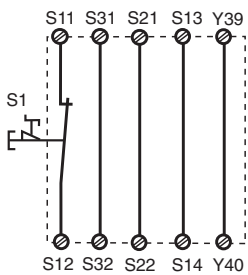
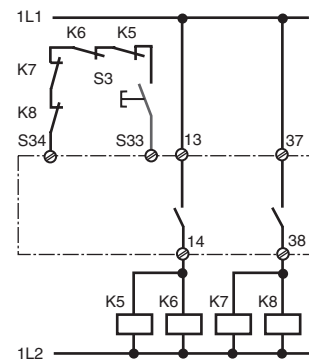

Fig. 2: Eingangskreis einkanalig, automat. Start/Single-channel input circuit, automatic reset/Commande par 1 canal, validation automatique
Fig. 10: wie Fig. 9 mit überwachtem Start/connection for contactors/relays and monitored reset/comme Fig. 8 avec surveillance du poussoir de validation
In Fig. 2 ... Fig. 10 sind Anschlußbeispiele für NOT-AUS-Beschaltung mit automatischem und überwachtem Start, Schutztürsteuerungen sowie Kontaktvervielfachung durch externe Schütze.
- Fig. 2 und 7: **keine** Verbindung S33-S34. Das Gerät startet bei Spannungsausfall und -wiederkehr automatisch. Verhindern Sie einen unerwarteten Wiederanlauf durch externe Schaltungsmaßnahmen.
In Fig. 2 ... Fig. 10 are connection examples for Emergency Stop wiring with automatic and monitored reset. Safety gate controls as well as contact expansion via external contactors.
- Fig. 2 and 7: S33-S34 **not** connected. The device starts automatically after loss of power. You should prevent an unintended start-up by using external circuitry measures.
Les figures 2 à 10 représentent les différents câblages possibles du PNOZ XV2P à savoir : poussoir AU avec réarmement automatique ou auto-côntrolé, interrupteurs de position et augmentation du nombre des contacts de sécurité par contacteurs externes.
- Fig. 2 et 7: **pas** de câblage sur S33-S34. L'appareil se réarme automatiquement après une coupure et une remise sous tension. Evitez tout risque de redémarrage par un câblage externe approprié.